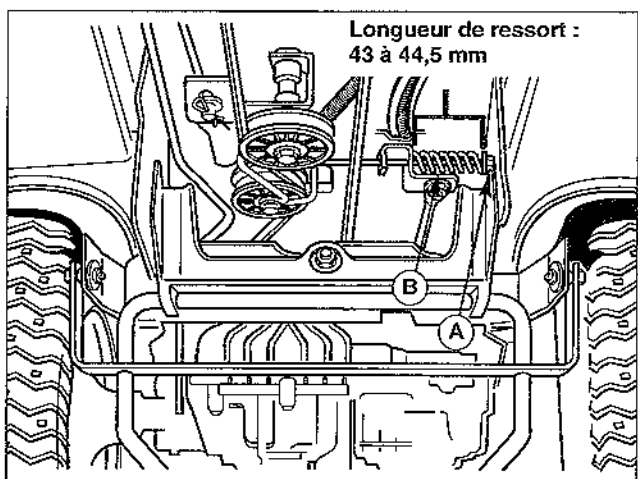

Figure 27. Réglage du ressort de frein
2. Voir la Figure 27. Le tracteur étant garé sur une surface plane, régler l'écrou de la tige de frein (A) jusqu'à ce que le ressort (B) soit comprimé à une longueur de 43 à 44,5 mm.